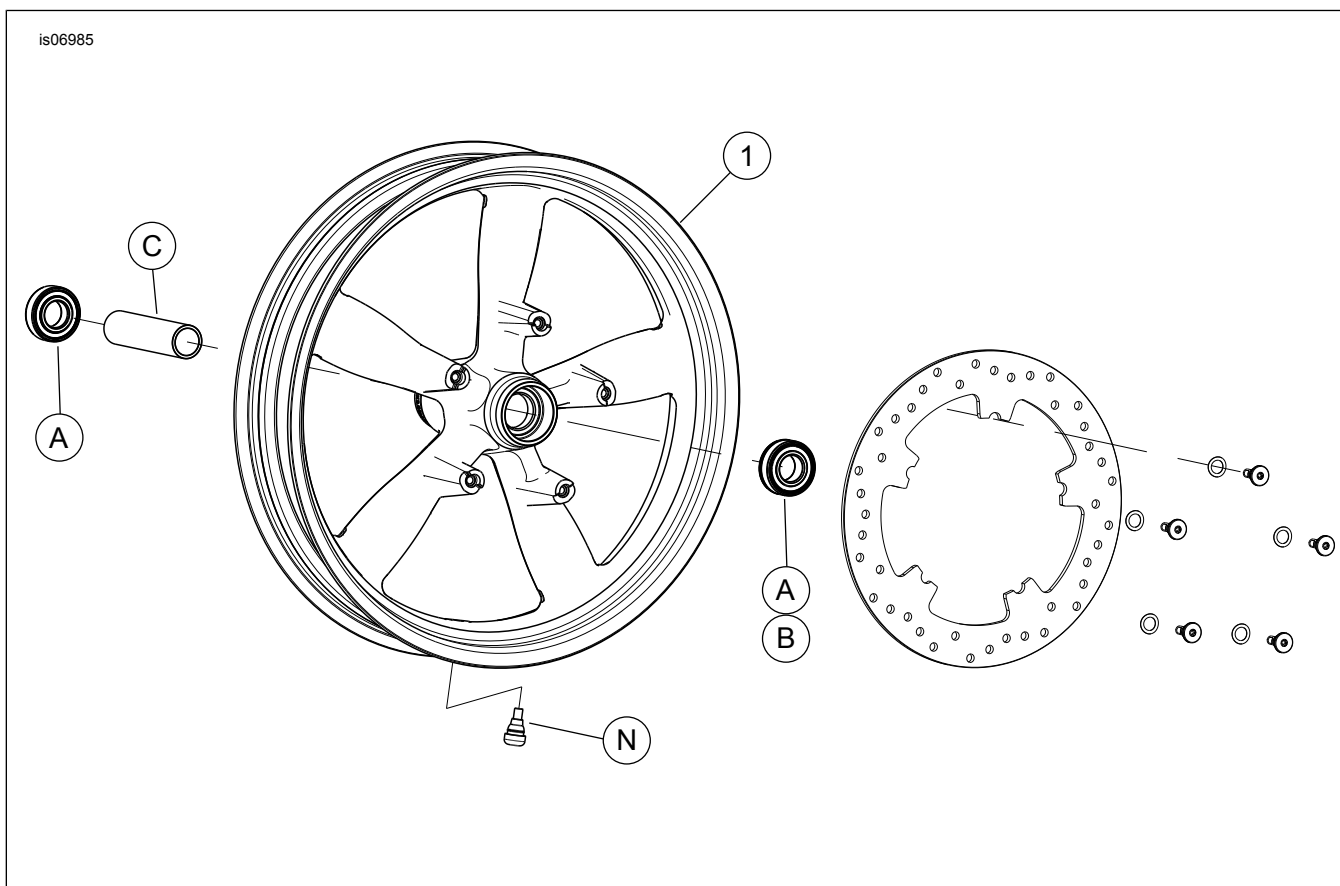

Figura 1. Peças de reposição: Roda dianteira vapor
2. Veja Figura 1. Instale o conjunto da haste da válvula (N) na roda. Consulte o Manual de serviço.